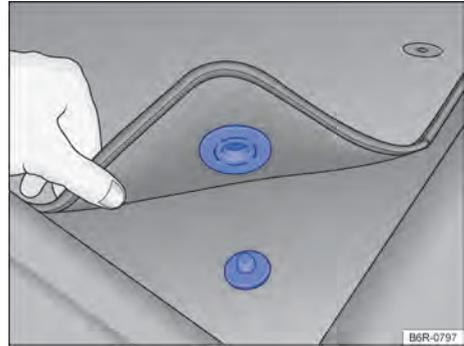

Fig. 19 Alfombra delantera del lado del conductor con fijación al perno de la alfombra.
- ✓ Acomodar bien la alfombra en la zona ropapiés del lado del conductor para que no obstruya la zona de los pedales. Dependiendo de la versión del vehículo, la alfombrilla delantera del lado del conductor puede tener unión por encastre al perno de la alfombra → fig. 19.